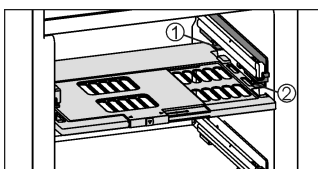

Fig. 17
- ▶ Introduire la plaque de régulation de l'humidité : insérer les travers du couvercle de la plaque par le bas dans le support arrière Fig. 17 (1) et encliqueter devant dans le support Fig. 17 (2).